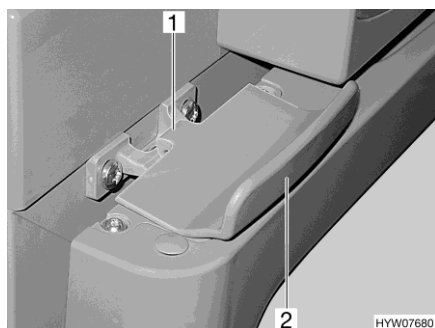

Fig. 150 Bloccaggio della porta del frigorifero, chiuso (Thetford)
- Aprire la porta del frigorifero tirando la maniglia (Fig. 150,2). Il bloccaggio (Fig. 150,1) si sblocca automaticamente.